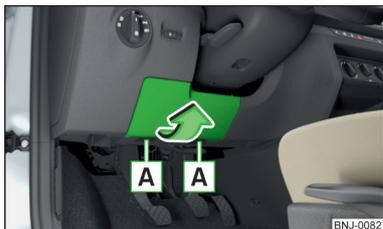

Fig. 201
- Quitar la cubierta de la caja de fusibles» **fig. 201** en el sentido de la flecha.